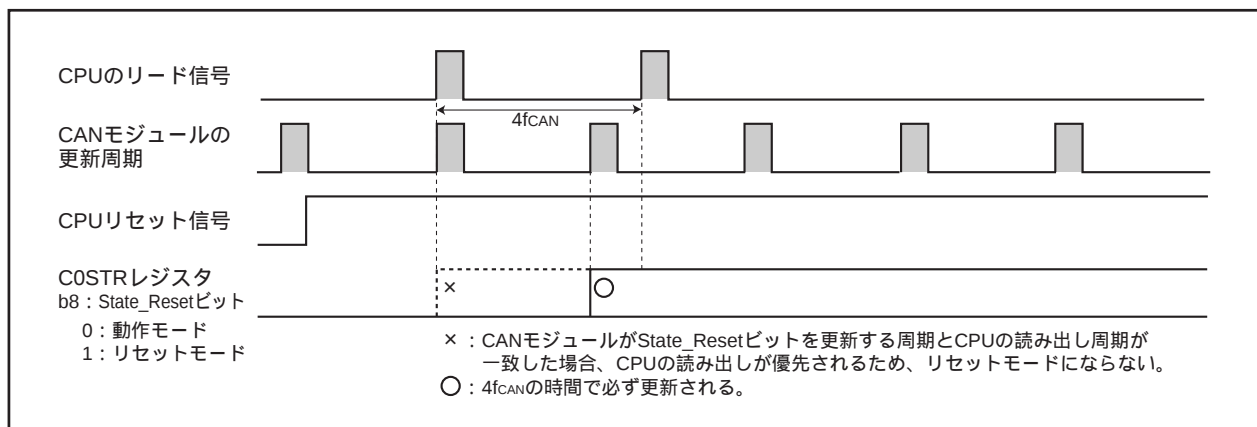

図20.4 CPUのポーリング周期を3fCANより長くした場合
2. CPUがC0STRレジスタをポーリングする場合、 $3f_{CAN}$ より長い周期にする(図20.4参照)。